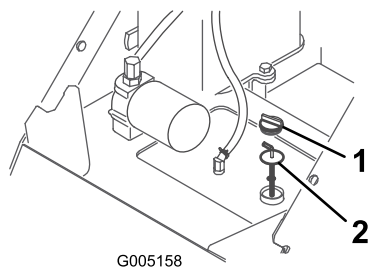

Рисунок 9
- Очистите зону вокруг заливной горловины и крышки гидравлического бака (Рисунок 9).
- Снимите крышку с горловины заливного отверстия и проверьте уровень гидравлической жидкости с помощью щупа (Рисунок 9).